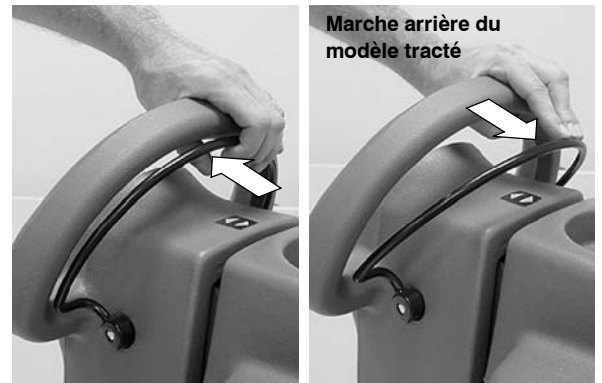

FIG. 20
5. Tirez vers l'arrière la protection de démarrage de la poignée de commande pour démarrer le brossage (Figure 20). Le modèle tracté avance automatiquement. Pour inverser la marche du modèle tracté, il suffit de pousser vers l'avant la protection de démarrage de la poignée de commande.